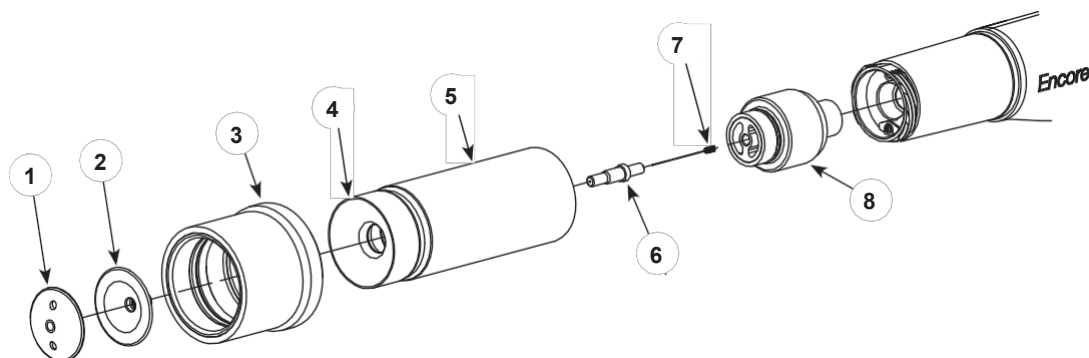

Figura 4-6 Pulizia di un ugello conico
1. Vedere la Figura 4-6. Tenere fermo il deflettore (2) con un dito mentre si svita il tappo del deflettore (1). Estrarre delicatamente il deflettore dal supporto dell'elettrodo (6).
2. Svitare il dado dell'ugello (5) e rimuovere l'ugello conico (4) e il manicotto del regolatore del getto (3) dalla pistola a spruzzo.